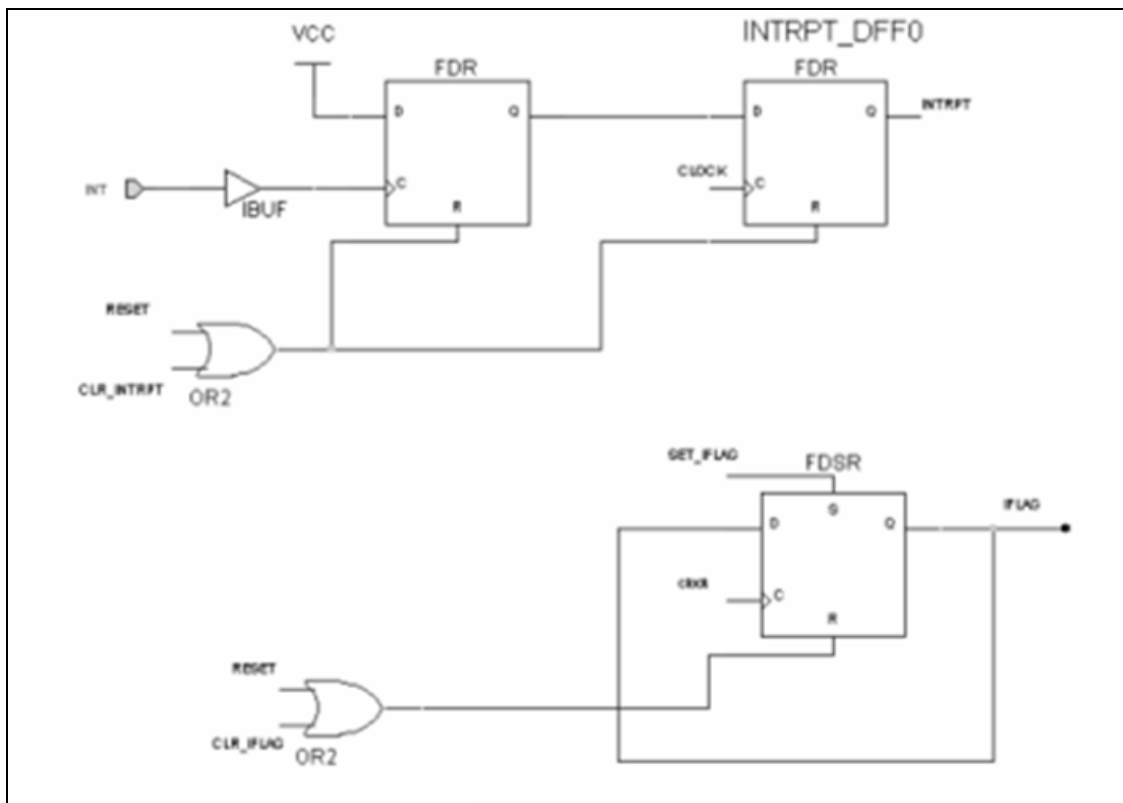

Figura 12. Circuitul de detectare și înregistrare a întreruperilor
În figura 12 este prezentată în detaliu descrierea cu simboluri schematice și porturile corespunzătoare circuitului de sesizare și înregistrare a unei întreruperi.
- Un front crescător al semnalului de la o intrarea INT are ca rezultat încărcarea unui registru cu valoarea „1” logic, care se va propaga printr-un alt registru (INTRPT_DFF0, vezi figura 12) și va apărea la ieșirea acestuia pe următorul front
Completați secvențele de cod lipsă ținând cont de specificații și de figura 12. Verificați sintaxa, sintetizați și simulați proiectul.